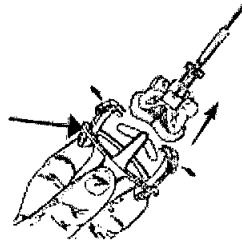

Figura 3: Para soltar el soporte de válvula del anillo de válvula, presione en las tres lengüetas situadas en la base del soporte, debajo del anillo de
6. Antes de la implantación, quite el soporte de válvula presionando en las tres lengüetas situadas debajo del anillo de soporte, como se indica en la Figura 3.